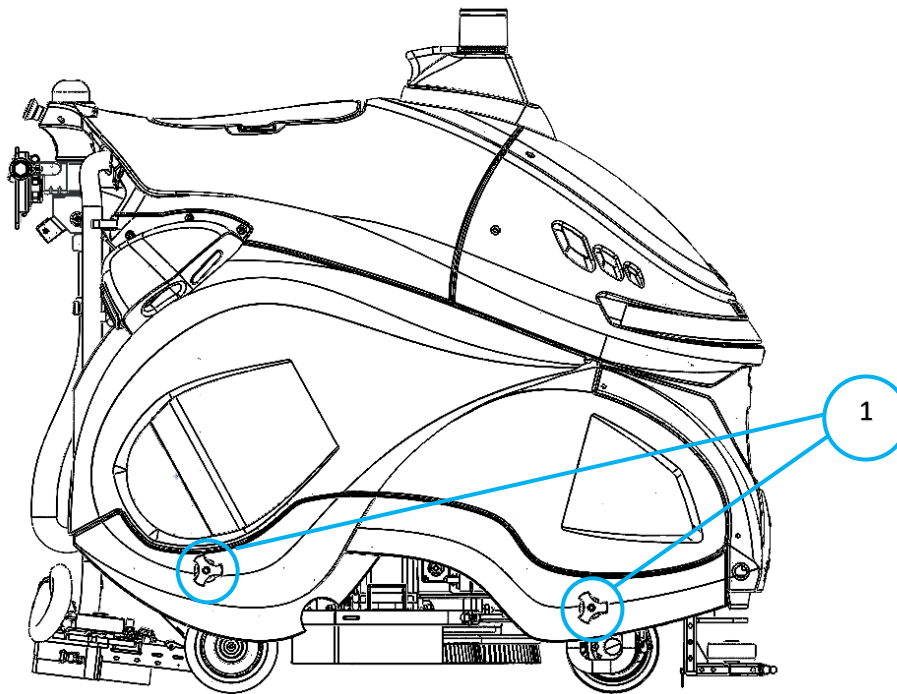

Fig. 1
1. Maak de twee blauwe knoppen aan de rechterkant van de REX los (Fig.1).